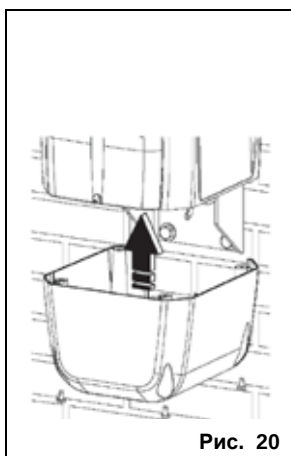

Рис. 20
10. Нижнее основание корпуса закрепить с помощью четырех прилагаемых винтов (рис. 20).